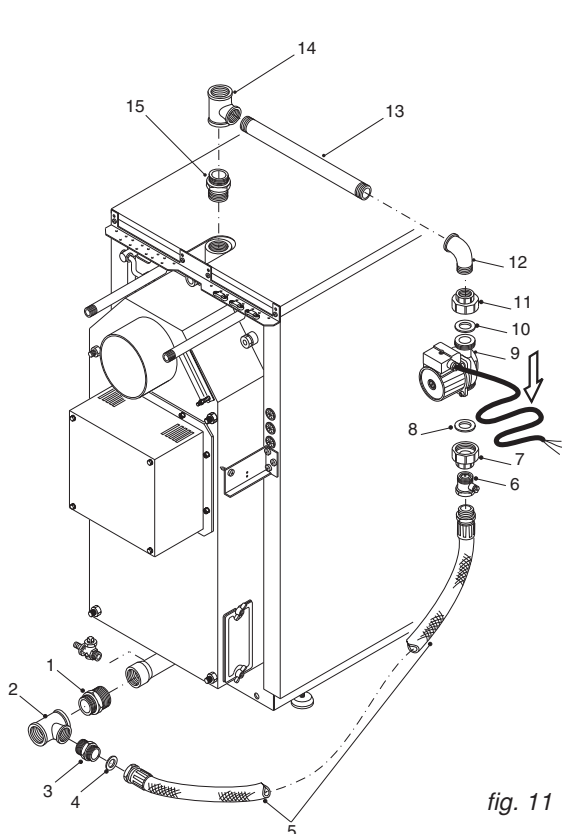

fig. 11
- **Die Installation des Kesselkreis-Pumpenbausatz fig.11 und 12 geschieht nach Kap.3.8 in Seite 15 / 16.**